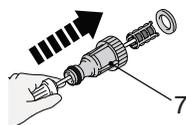

Fig. 40
1. Enlevez le connecteur du tuyau (7) de l'arrivée d'eau (5).
2. Utilisez un outil humide pour démonter le connecteur du tuyau (7) (Fig. 40).